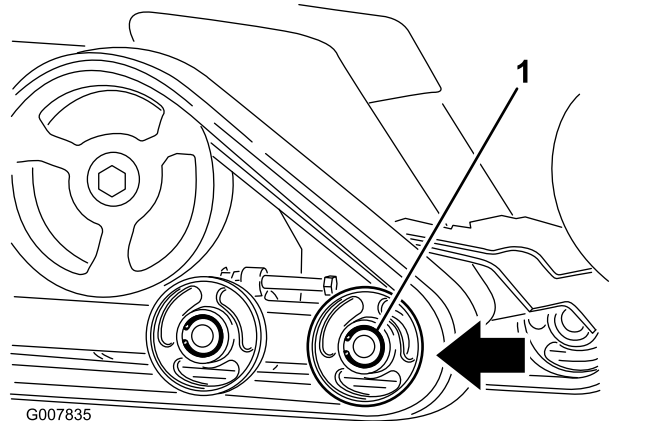

Figure 57
6. Poussez le galet de roulement avant aussi loin que possible vers l'arrière (Figure 57).
8. Lorsque la chenille est déchaussée, déposez-la de la machine (Figure 57).
9. Pour installer une chenille neuve, commencez par l'enrouler autour de la roue d'entraînement, en vérifiant que les crampons s'engagent correctement entre les entretoises sur la couronne (Figure 57).
10. Poussez la chenille sous et entre les galets de roulement arrière et central (Figure 57).